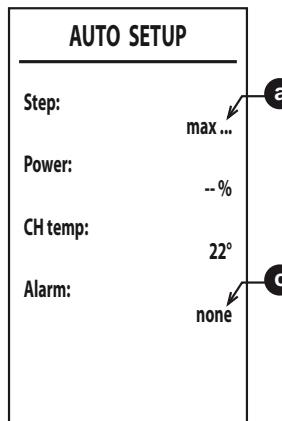

fig. 38
6. După aprindere, arzătorul se poziționează pe încălzire la diferențele puteri (max, med, min) indicate de punctul a (fig. 38). În cazul în care eliminarea termică a sistemului nu este suficientă pentru a termina procedura, se poate activa, **numai după ce s-a aprins arzătorul**, o solicitare de apă caldă menajeră.
8. Dacă secvența de aprindere descrisă la punctul „6” nu s-a finalizat cu succes, apare mesajul max_err la punctul a și un cod de eroare la punctul c (fig. 38).